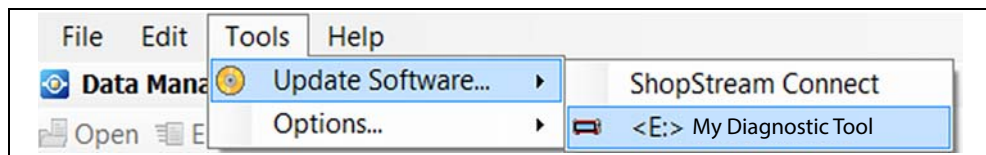

Abbildung 15-13
1. Wählen Sie **Extras > Software aktualisieren > (Typ des Diagnosewerkzeugs, z. B. PDL8000 usw.)** in der Menüleiste aus (Abbildung 15-13).